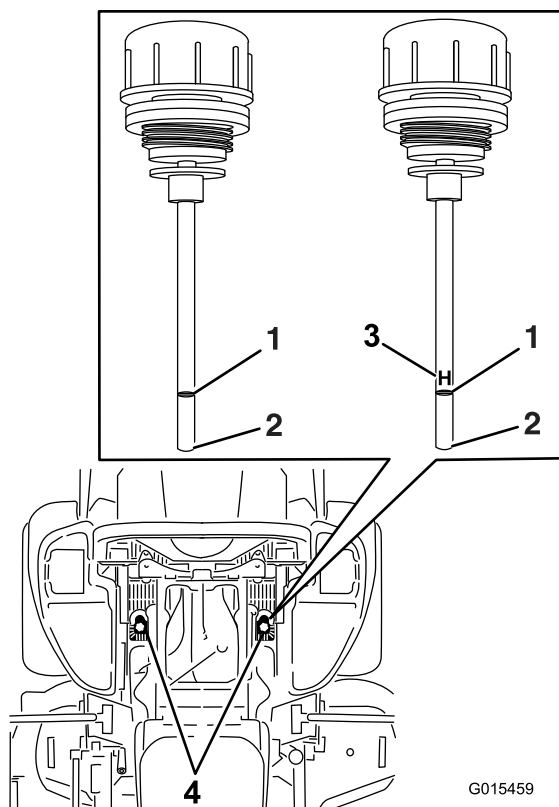

Figura 89
5. Limpie la zona alrededor de las varillas de los depósitos del sistema hidráulico (Figura 89).
6. Retire una varilla del depósito hidráulico (Figura 89).
8. Retire la varilla e inspeccione el extremo (Figura 89).